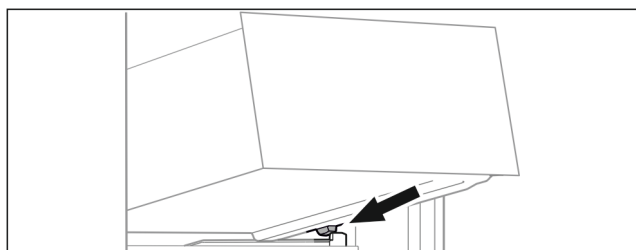

Fig. 63
- ▶ Placer le tiroir, en l'inclinant, derrière les butées sur la nervure de récipient. (voir Fig. 63)